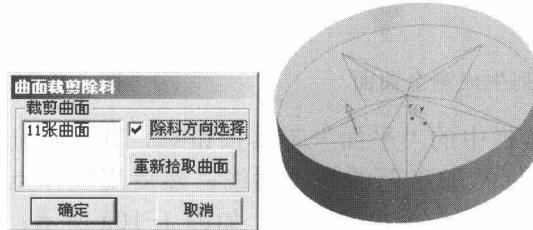

图 1-14 曲面裁剪除料参数设置
2) 利用曲面裁剪除料生成实体。单击特征工具栏上的“曲面裁剪除料”按钮，在鼠标拾取已有的各个曲面，并且选择除料方向，单击确定，结果如图 1-14 所示。